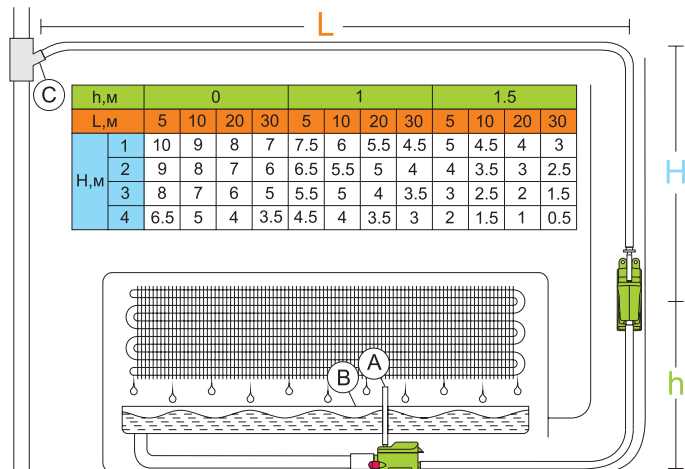
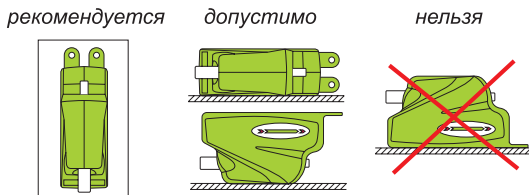

Рис.1
Рис.3
Модуль насоса может быть установлен в удобном месте с учетом его фактической производительности (рис.1). Возможные положения для фиксации модуля насоса показаны на рис.3. Используйте антивибрационные материалы в местах крепления корпуса и соприкосновения его с жесткими поверхностями.
Если датчик устанавливается вне поддона, используйте заборную трубку 10 (рис.2). Воздушная трубка 11 (рис.2), должна быть закреплена на поплавковом датчике так, чтобы ее свободный конец **A** (рис.1) был выше верхнего края поддона **B** (рис.1). Для надежности соединения трубок используйте хомуты-стяжки, для фиксации корпуса датчика - крепежную площадку 7 (рис.2) и самоклеющуюся подложку.
1. Соответствует ли фактическая производительность насоса (рис.1) влаговыведению кондиционера
1. Отсутствие воздуха в трубке, соединяющей датчик и насос. Наличие его свидетельствует о т.н. "сифонном эффекте". Решение проблемы - направить отводящую трубку в основную дренажную магистраль (**точка С, рис. 1**) с разрывом и на уровне не ниже уровня поддона (**точка В, рис.1**)